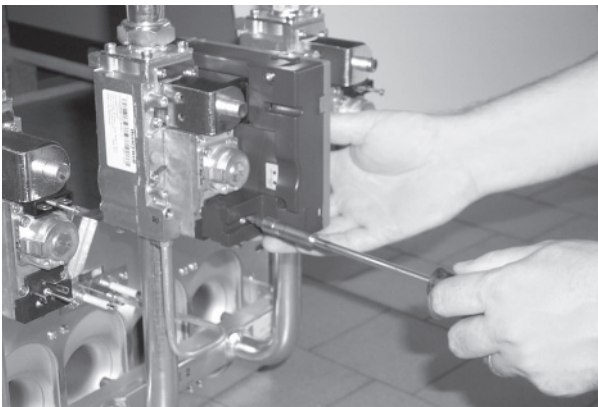

fig. 12
- Svitare le due viti che trattengono le centraline elettroniche di controllo fiamma alla valvola gas (fig. 12) e smontarle dalle valvole gas (fig. 13).